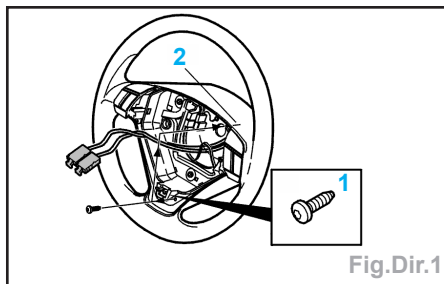

Fig.Dir.1
- Verrouiller le galet de contact (2) en place à l'aide de la vis (1) (fig.Dir.1).